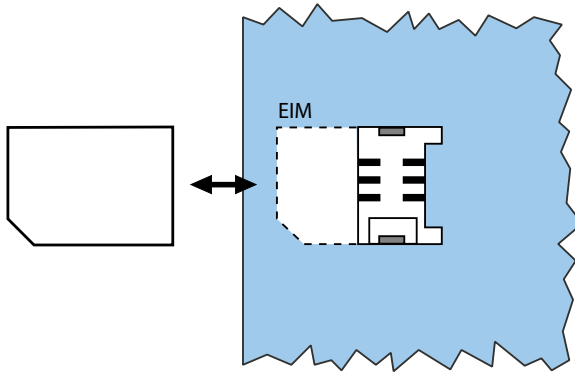

Fig. 76 EIM-Karte
4. Schieben Sie die neue EIM-Karte unter den Führungslaschen hindurch bis zum Anschlag in den Chipkartenhalter. Achten Sie darauf, dass sich die Kontakte der EIM-Karte unten befinden und die abgeschrägte Ecke der EIM-Karte gegen den Rand des Mainboards zeigt (siehe Fig. 76).